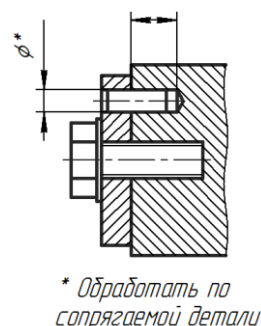

Рис. 137
– *исполнительные* – размеры элементов, получаемых в результате механической обработки в процессе сборки (рис. 137);